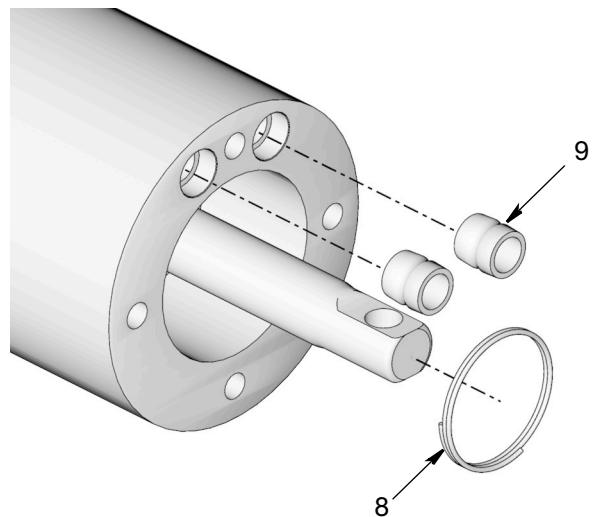

图 28
13. 拆下弹簧 (8) 和两个密封件 (9)。妥善放置弹簧以备日后重装。丢弃密封件 (9)。使用包括在套件中的密封进行重装 (图 28)。